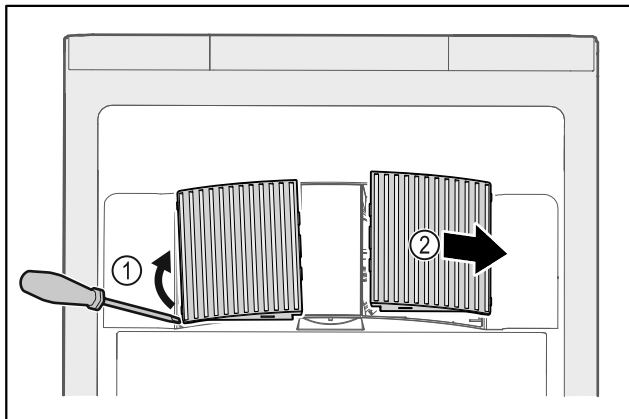

Fig. 173
- ▶ Abrir cuidadosamente las cubiertas del ventilador haciendo palanca por un lado Fig. 173 (1) y retirarlas hacia delante Fig. 173 (2).